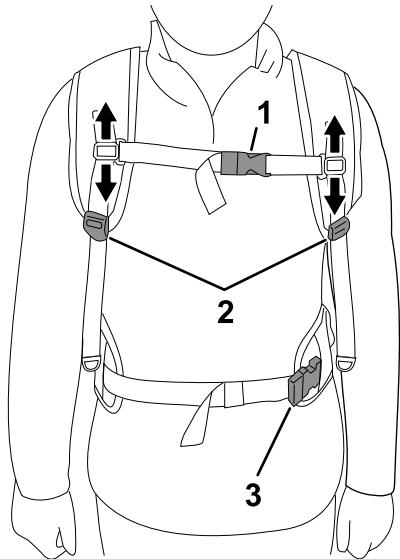

Figura 4
1. Coloque las hombreras y abroche provisionalmente la hebilla del cinturón y la de la correa pectoral (Figura 4).